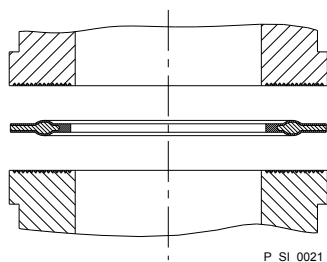

Fig. 15: Anillo de junta perfilada con pieza de inserción acanalada
- Los anillos de junta perfilada en PTFE incorporados en la bomba (con un resalto para las conexiones de la bomba) hermetizan las uniones entre las válvulas de la bomba acanaladas y las piezas de inserción también acanaladas de ProMinent (véase Fig. 15).